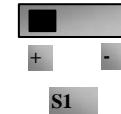
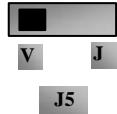

Рис. 5-6
Рис. 5-7
(7) Со стороны клемм управления имеется переключатель S1, показанный на Рис. Рис. 5-6. S1 используется для выбора диапазона входного напряжения канала A11. При переключении S1 на  $-\text{+}$  вводный диапазон равен  $0 \sim 10\text{V}$ , при переключении S1 на  $-\text{-}$  вводный диапазон равен  $10 \sim 20\text{V}$ .
(8) Замкните реле DI3, двигатель начнет работать вперед;
(9) Потенциометр может быть настроен и калиброван во время работы и использоваться для изменения текущей настройки частоты инвертора;
(10) Во время работы разомкните реле DI3, затем замкните реле DI4, направление работы изменится;
(11) Разомкните реле DI3 и DI4 и двигатель начнет замедляться до останова;
(12) Отключите питание вентилятора и инвертора.
(13) Аналоговая выходная клемма AO2 может выводить только сигнальный ток, клемма AO1 может выводить сигнальное напряжение и сигнальный ток, это выбирается переключателем J5, см. Рис. 5-7, зависимость вывода показана в таблице 5-4.